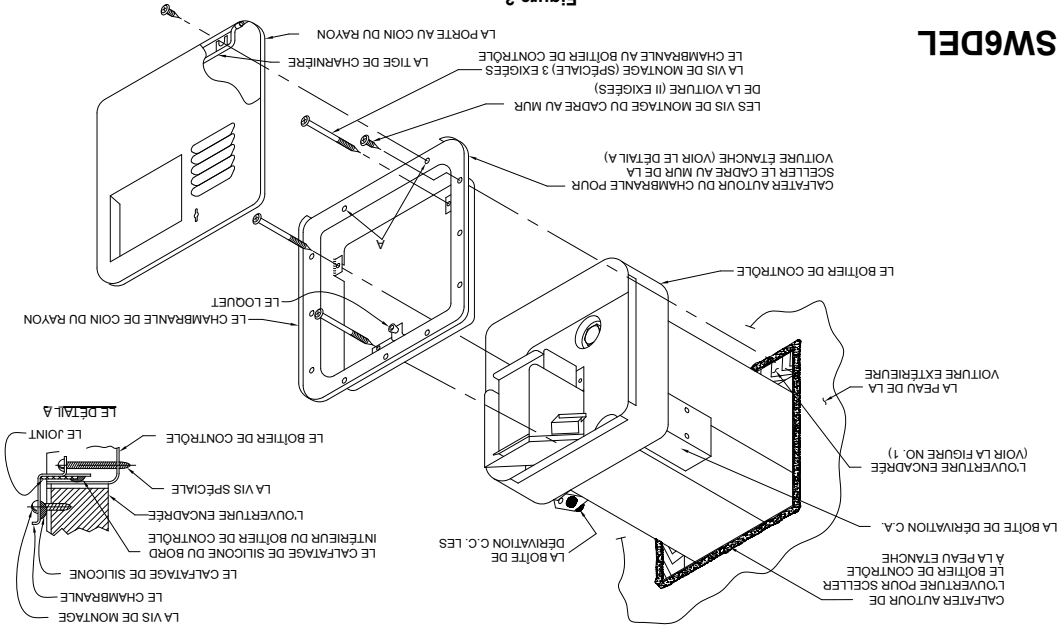

Figure 3
## L'INSTALLATION EN UTILISANT LA PORTE À CHARNIÈRE (voir la figure 3 SW6DEL)
**NOTE:** Les deux vis (2) (2) tous dans le fond du cadre identifiés comme "A" dans la Figure 3 sont utilisés aussi de monter la charnière de la porte au cadre. La carte module doit être montée à un endroit où c'est accessible pour l'entretien cependant hors de la portée des enfants. Elle doit être située dans un endroit où elle ne peut pas être soumise à l'humidité, les produits chimiques de nettoyage, les vapeurs inflammables et les liquides, etc.